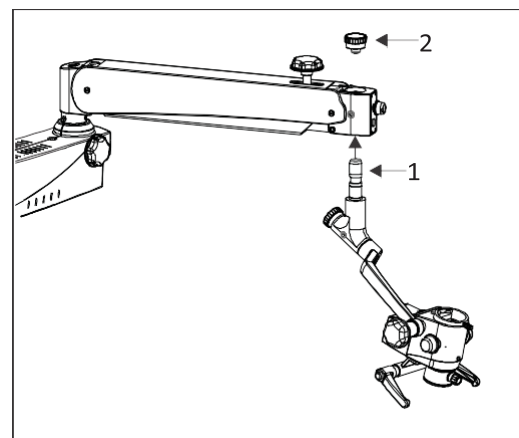

Fig. 4
7.4 Récupérer le transporteur assemblée depuis le emballage et suivez comme ci-dessous, reportez-vous à la Fig. 4.
- glissement le guidage arbre (1) dans le suspension bras.
- Verrouillez le raccord incliné avec le bouchon fileté (2).